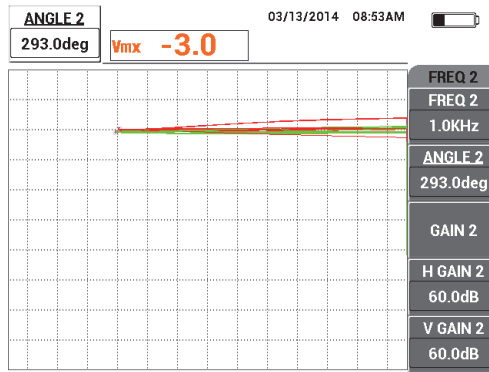

Abbildung 5-101 Einstellen des Liftoff-Signal-Winkels von FREQ 2
5. Beim kontinuierlichem Tippen der Sonde an Position 1, drücken Sie zweimal die Direktzugriffstaste ANGLE () , um den Parameter **ANGLE 2** zu öffnen und passen Sie dann den Winkel des Liftoff-Signals von Frequenz 2 an bis er zur rechten Seite auf dem Bildschirm ausgerichtet ist, das Signal von Frequenz 1 überlagernd (siehe Abbildung 5-101 auf Seite 215).